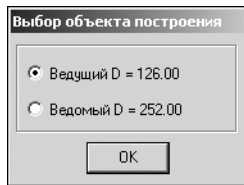

Рис. 4.63.
4. После выполнения расчетов откроется окно, в котором необходимо выбрать для дальнейшей работы один из шкивов (рис. 4.63).
- ▼ выберите объект построения в открывшемся окне (см. рис. 4.63).